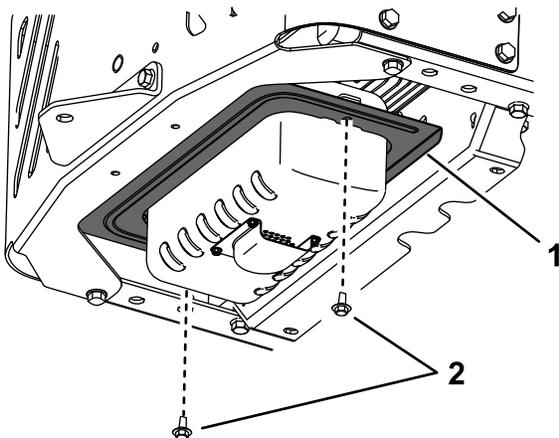

Bild 1
3. Entfernen Sie die zwei Schrauben und das Wärmeschutzblech, die in **Bild 1** abgebildet sind, und werfen sie weg.